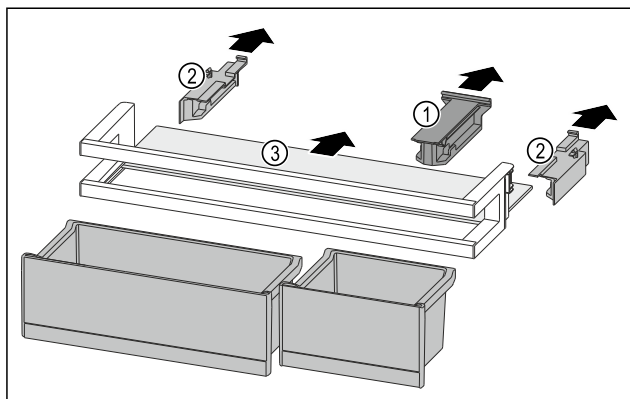

Fig. 186
- Retirer la pièce de retenue Fig. 186 (1).
- Retirer les parties latérales Fig. 186 (2).
- Retirer la tablette de rangement Fig. 186 (3).